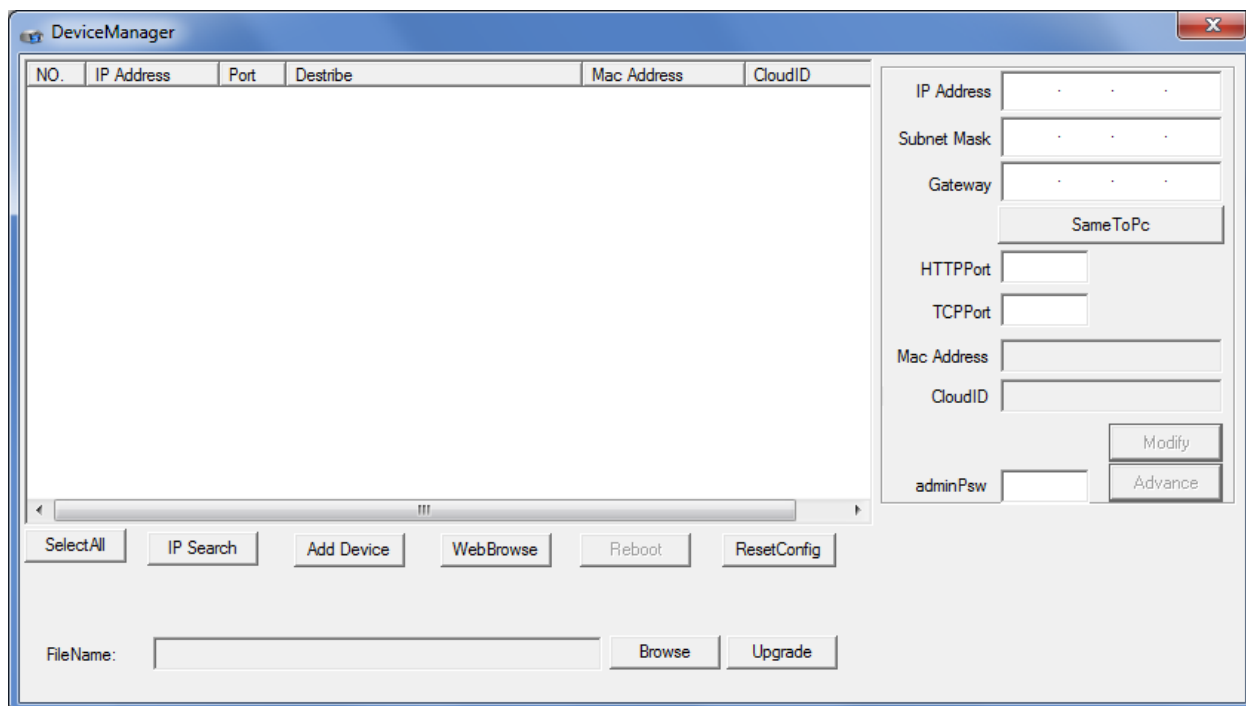

Рисунок 16.3 — Основное окно программы Device Manager
- В результате автоматически откроется основное окно программы *Device Manager* (см. рисунок 16.3).
- Откройте программу *Device Manager* и в основном окне (см. рисунок 16.3) нажмите кнопку *Add Device*.